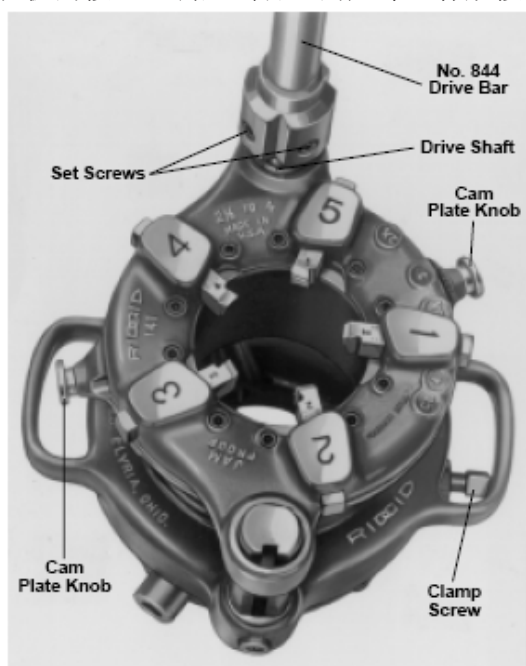

图 13 — 141 齿轮套丝器
2. 见图13，压下凸轮板的按钮，调整到合适的尺寸，释放按钮。